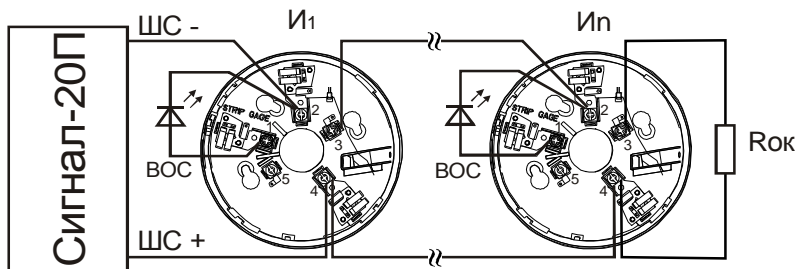

Рис. 1. Подключение извещателей серии ПРОФИ при работе ППКОП «Сигнал - 20П» по одному извещателю
- Извещатели устанавливаются в базы В401, В401DG без токоограничивающего резистора (рис. 1).